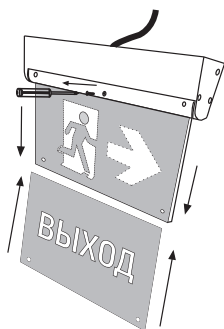

Рис. 2.
- 2) В случае, если необходимо поменять установленные пиктограммы на пиктограмму «Выход» (1 шт. в комплекте), необходимо полностью выкрутить фиксирующий винт по центру и вынуть установленные пиктограммы. Затем установить пиктограмму «Выход» закрепить её при помощи клипс (4шт. в комплекте) и закрутить фиксирующий винт обратно (Рис. 2);